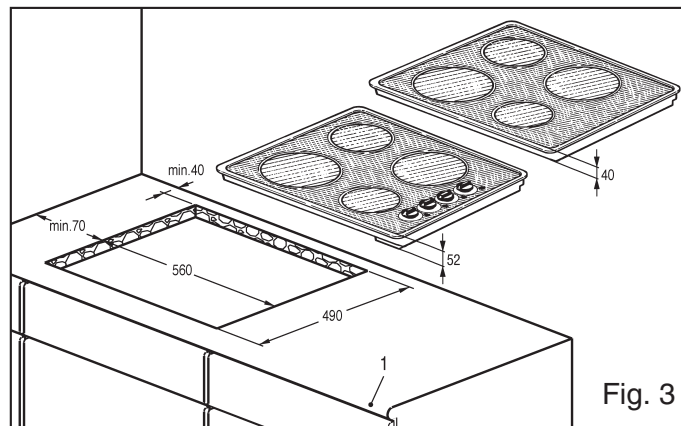

Fig. 3
- Corte la superficie de la encimera (fig. 3 punto 1) según las dimensiones indicadas (fig. 3)